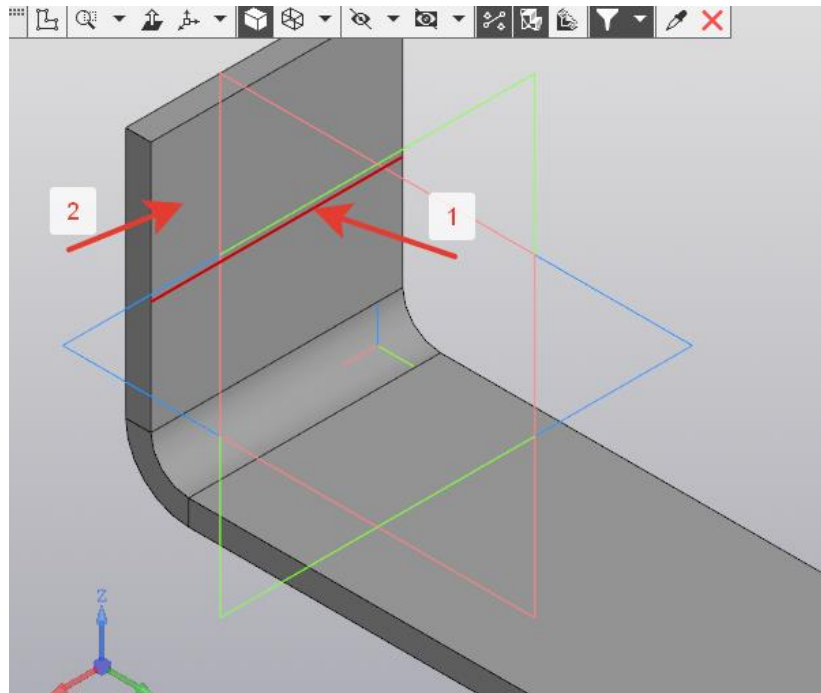

Рисунок 45.
10. На инструментальной панели выбрать *Элементы листового тела* -  *Сгиб* -  *Сгиб по линии*, на листовой детали указать поочередно **1** *Линия* и **2** *Базовые грани* (рисунок 45).